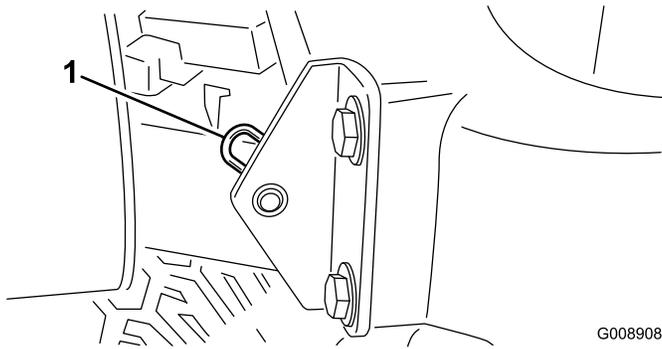

図 49
2. フードのピボット部をブラケットに固定しているコッターピンを抜く 図 49。